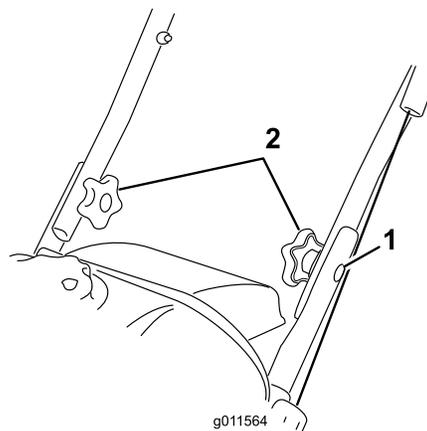

Рисунок 3
2. Вставьте болты с овальными головками в совмещённые отверстия так, чтобы головки болтов находились снаружи рукояток (Рисунок 3).
1. Болт с овальной головкой (2)
3. Установите волнистые шайбы и головки рукояток на болты с овальными головками с внутренней стороны рукояток (Рисунок 3) и **до отказа затяните головки.**